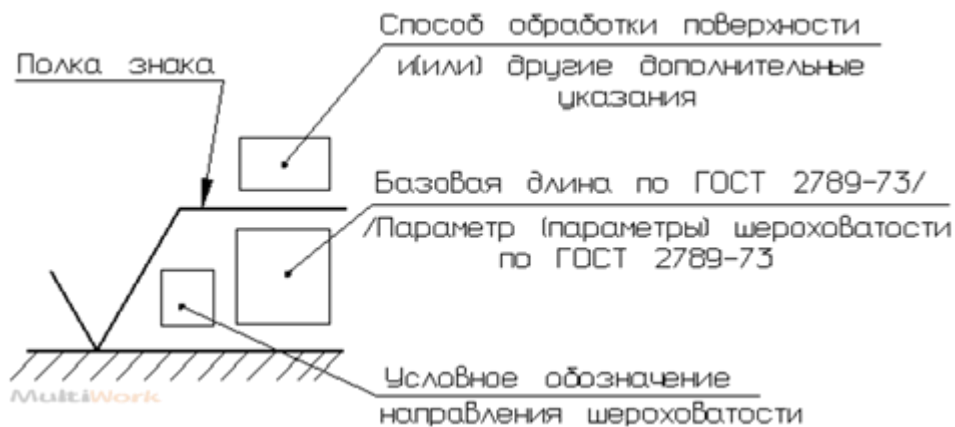

рис.4
6. **Шероховатость поверхностей.** Все мелкие неровности называются шероховатостью поверхностей. Она указана в графической части чертежа или в верхнем правом углу документа. Например, обозначение шероховатости может выглядеть вот так (рис. 4):